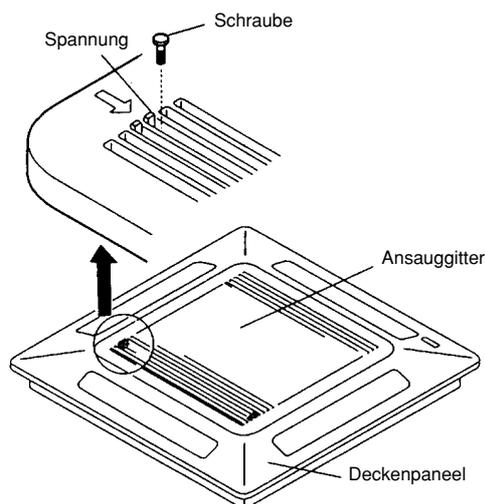

Abb. 3-13
- (1) Das Ansauggitter und den Filter vom Deckenpaneel entfernen (Abb. 3-13 und 3-14).
- (a) Die zwei Ansauggitter-Spannungsschrauben (Abb. 3-13) entfernen.
- (b) Mit dem Daumen die zwei Gitterspannungen gegen die Pfeilrichtung drücken und offen (Abb. 3-13).